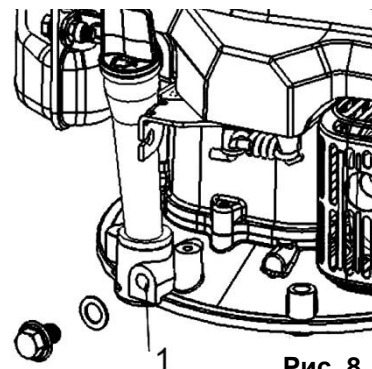

Рис. 8
- Очистите поверхность около сливной пробки (1)(См. Рис.8).
- Отверните сливную пробку (1)(См. Рис.8) и слейте масло.